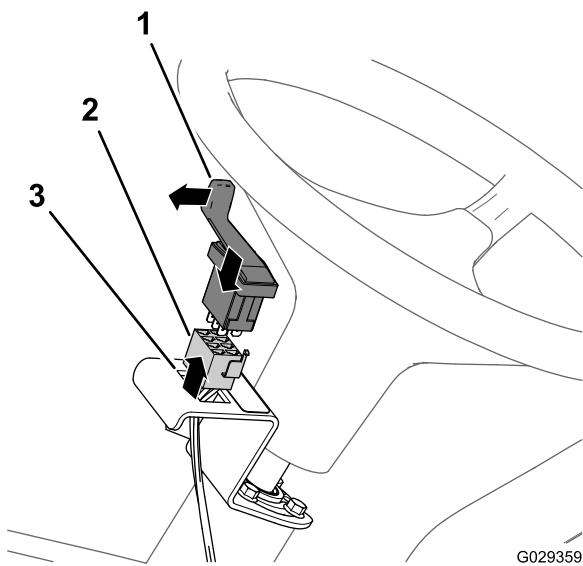

Figure 26
4. Montez l'interrupteur sur le support et poussez-le jusqu'à ce qu'il s'enclenche fermement dans l'ouverture (Figure 26).